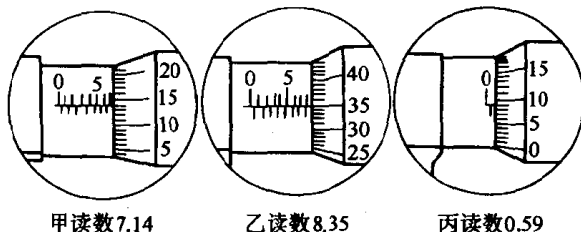

图 1-4 千分尺读数示例
2) 测量时千分尺螺杆轴线要和工件的中心线垂直或平行,不能歪斜。砧端接触工件表面时,棘轮发出咔咔的响声,这时的读数就是工件的尺寸,如图 1-4 所示。